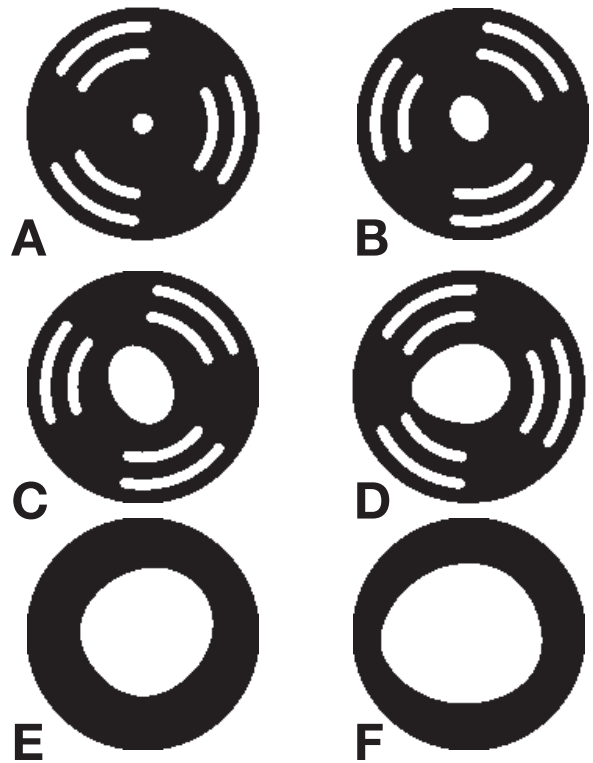

FIGURA 7
1. Use los insertos de mesa recomendados que se muestran en la Figura 7 para seleccionar el inserto de mesa deseado.